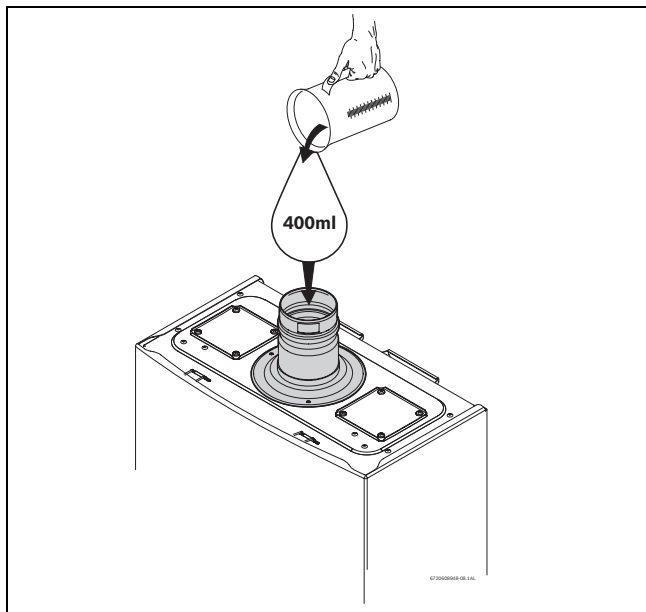

Fig. 32 Riempimento del serbatoio, con acqua, prima della messa in funzione dell'apparecchio
- ▶ Riempire il serbatoio di raccolta condensa, versando circa 400 ml di acqua, direttamente nell'accessorio base per scarico combusto dell'apparecchio (Fig. 32).